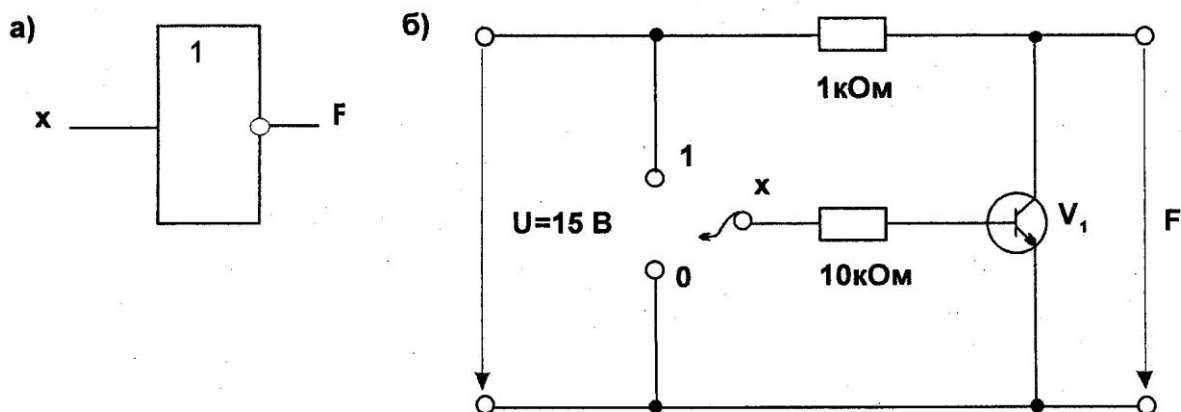

Рис. 8.3.1
Логические элементы **НЕ** отрицают входной сигнал, т.е. они преобразуют сигналы 1 в сигналы 0 и наоборот. Они всегда имеют по одному входу и одному выходу. Используются наряду с другими элементами в Цифровых инверторах и логических устройствах. Условное обозначение элемента **НЕ** показано на рис. 8.3.1а.
- Соберите цепь согласно схеме (рис. 8.3.1). Подайте на вход сначала 0В (сигнал 0), а затем +15 В (сигнал 1). Занесите соответствующие значения выходного сигнала (1/0) в табл. 8.3.1.